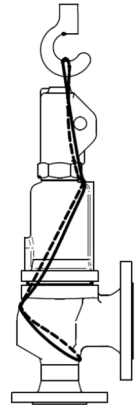

Abbildung 2
- **Zum Anheben der Sicherheitsventile bei der Verladung / Entladung, sowie bei der Montage ist ein Seil zu verwenden, das um das Gehäuse und die Haube, wie in **Abbildung 2** gezeigt, umzuwinden ist. Es ist verboten das Ventil am Hebel, der zum Durchblasen dient, anzuheben.**